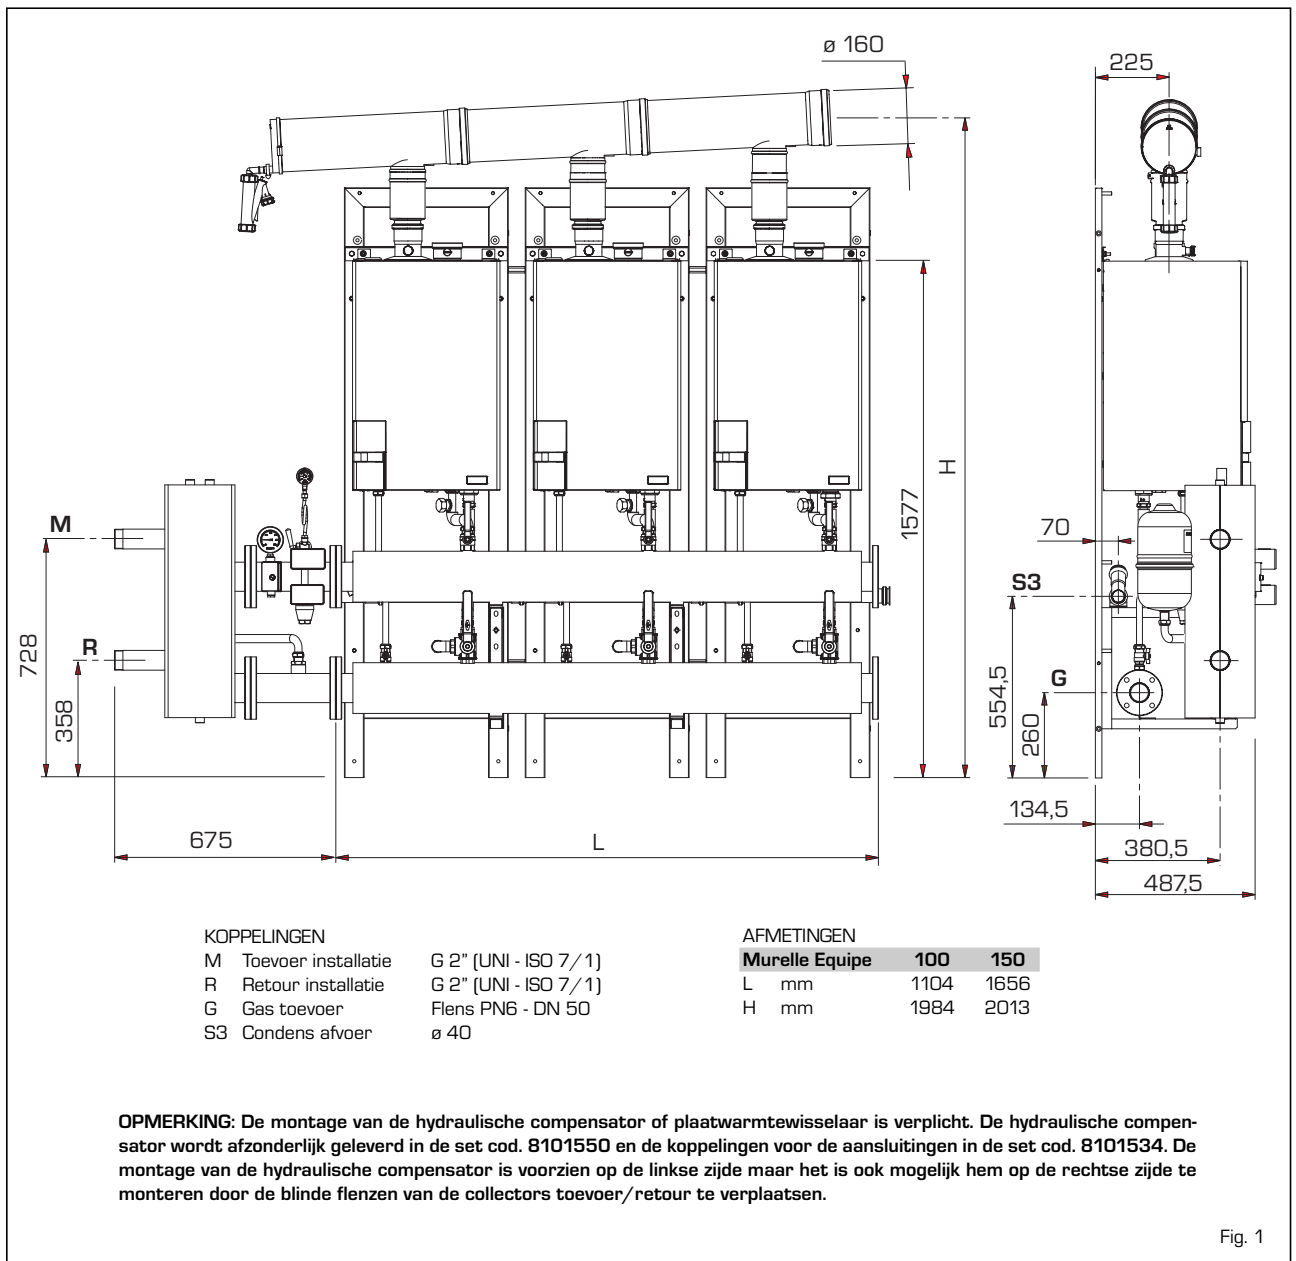

Fig. 1
1.2 AFMETINGEN EN KOPPELINGEN (fig. 1)